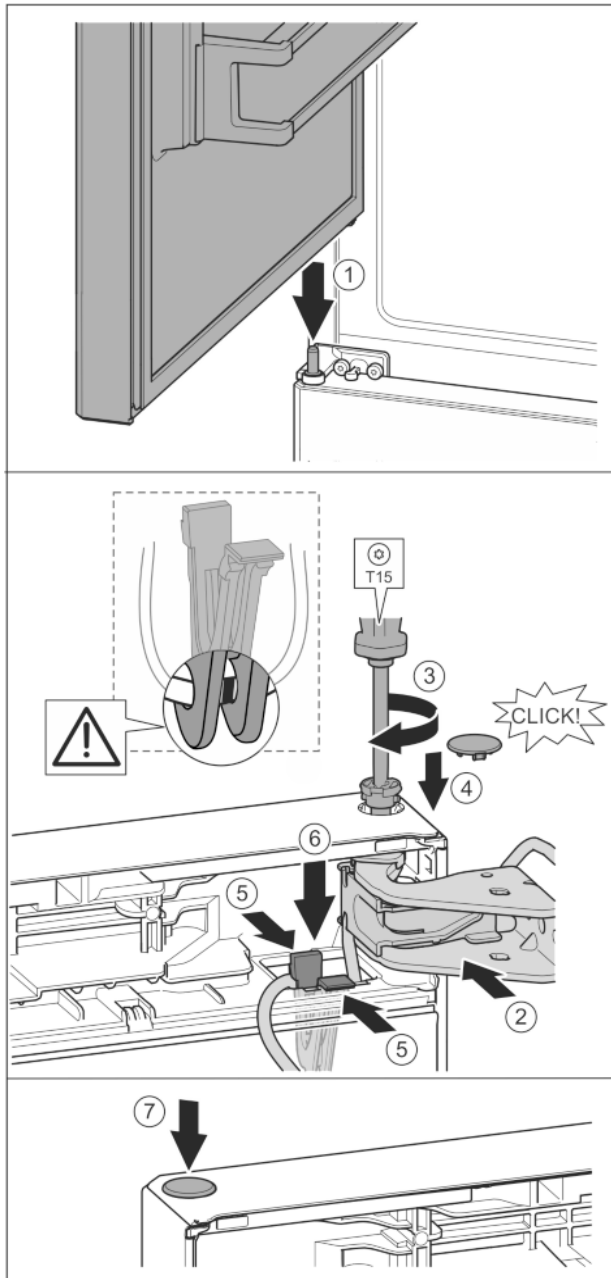

Fig. 39
- ▶ A felső ajtót helyezze a középső csapszegre *Fig. 39 (1)*
- ▶ Fent igazítsa a csapágybak nyílásához az ajtót. *Fig. 39 (2)*
- ▶ Helyezze be a csapot, és a T15 csavarhúzóval húzza meg. *Fig. 39 (3)*
- ▶ Az ajtó biztosítása érdekében szerelje fel a biztonsági fedelet: Helyezze fel a biztonsági fedelet, és ellenőrizze, hogy felfekszik-e az ajtóra. Egyébként a csapszeget teljesen helyezze be. *Fig. 39 (4)*
- ▶ Helyezze a nyílásba a tartót a rá rögzített vezetékkel együtt. *Fig. 39 (5)*
- ▶ Nyomja lefelé a fedőlemezt, míg be nem pattant a fedőlemez. *Fig. 39 (6)*
- ▶ Helyezze be a dugót. *Fig. 39 (7)*